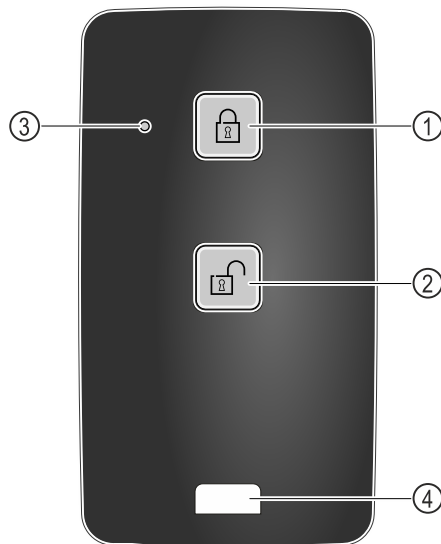

Fig. 246
- (1) Заклучване на ключалката
- (2) Отключване на ключалката
- (3) Светодиод за статуса
- (4) Крепехна халка
- Натиснете бутона Fig. 246 (1) на дистанционното управление.
- Натиснете бутона Fig. 246 (2) на дистанционното управление.
- Светодиодът за статуса Fig. 246 (3) осигурява визуална обратна връзка при натискане на бутон.
- Халка Fig. 246 (4) за закрепване на дистанционното управление, например на връзка ключове.